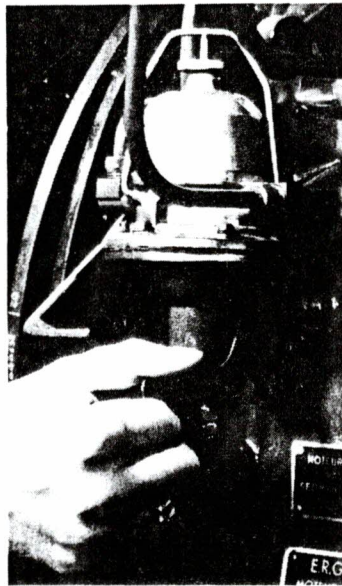

Figure 9. — Manipulation de la pompe à essence
- d. Remplir la cuve du carburateur avec la pompe à main (fig. 9).